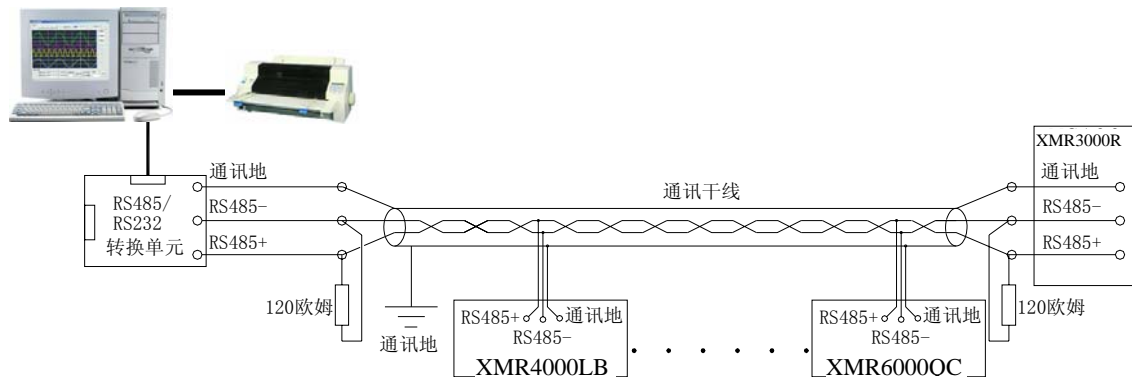

图9.1 RS-485通信接线方法
- ◆ XMR4000LB蓝屏无纸记录仪的RS-485通讯线采用双芯五类屏蔽双绞线，其一端通过RS-232/485转换模块接到计算机的串行通信口，另一端接到记录仪端子板上的三个通讯端子上，其连接方式如图9.1所示：